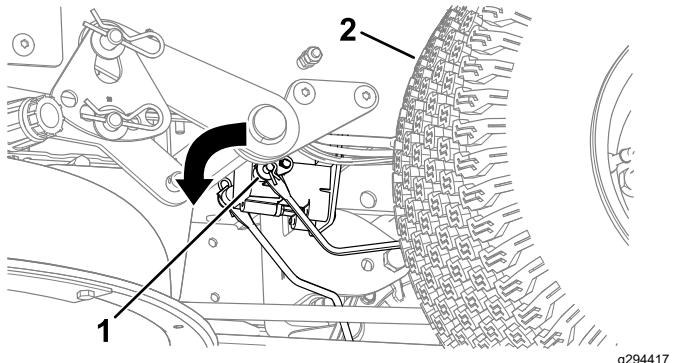

Рисунок 53
3. Найдите вал на электрическом тормозе, к которому подсоединенны рычаги тяги тормоза (Рисунок 53).
4. Поверните вал, чтобы отпустить тормоз (Рисунок 53).